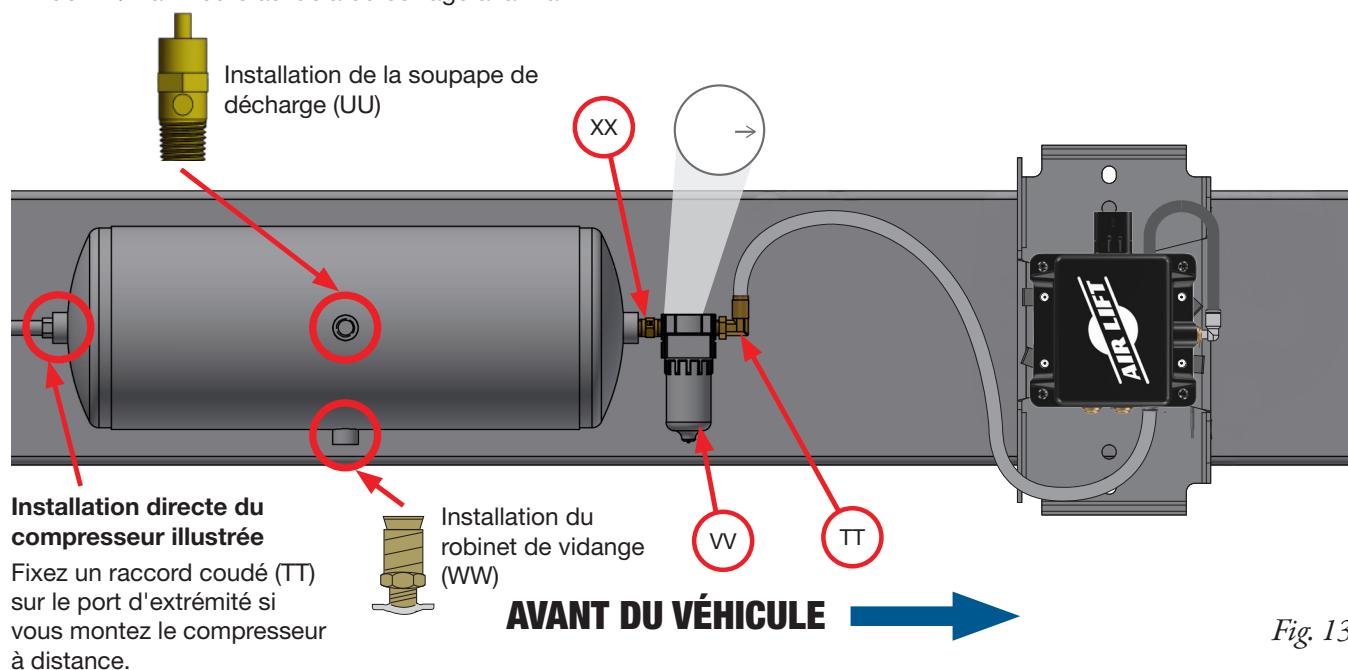

Fig. 13
1. Sachez dans quelle direction vous prévoyez installer le réservoir par rapport aux autres composants avant de commencer à installer les raccords nécessaires pour une configuration adéquate (Fig. 13 et 16).
2. Installez le robinet de purge (WW) dans l'orifice du réservoir qui doit être orienté vers le sol (Fig. 13). Appliquez le ruban d'étanchéité et serrez de 1 1/2 à 2 tours au-delà du serrage à la main.
3. Installez la soupape de décharge (UU) sur la partie inférieure du réservoir en utilisant l'un des deux autres ports disponibles et serrez de 1 1/2 tour au-delà du serrage à la main (Fig. 13).
4. Installez un raccord coudé 1/4 po MNPT X 1/4 po PTC (TT) sur le dernier des ports inférieurs (Fig. 13). Ce raccord sera utilisé plus tard dans ce manuel pour le port de remplissage manuel.
5. Installez un mamelon hexagonal 1/4 po (XX) du réservoir au filtre (VV), puis installez un raccord coudé (TT) du filtre au port d'extrémité orienté vers l'ensemble collecteur/EZ Mount (voir Fig. 13). Appliquez le ruban d'étanchéité et serrez de 1 1/2 à 2 tours au-delà du serrage à la main. Assurez-vous que la flèche sur le dessus du filtre pointe vers le EZ Mount.
6. Si la conduite principale du compresseur ne peut pas atteindre le réservoir pour permettre une installation directe, installez un raccord coudé (TT) sur le dernier port d'extrémité (Fig. 13). Appliquez le ruban d'étanchéité et installez de 1 1/2 à 2 tours au-delà du serrage à la main.